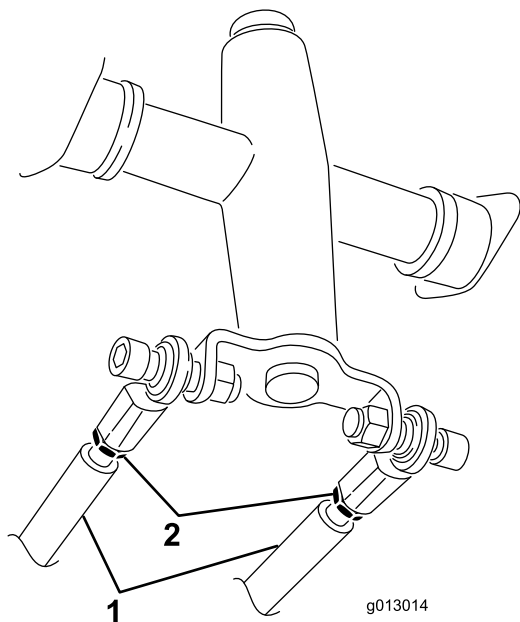

Figure 57
3. Desserrez les écrous de blocage sur les tiges de déplacement, sous le panneau de commande (Figure 57).